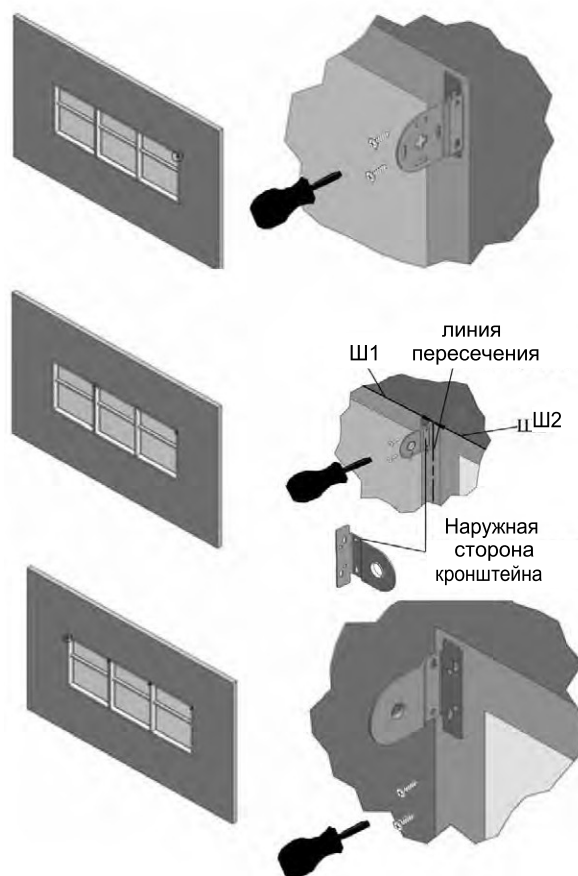

Рис. 12. Установка кронштейнов для MONO AMG
2. Разметить предполагаемые места установки кронштейнов, расстояние между которыми является шириной готового изделия. Место установки промежуточных кронштейнов размечать таким образом, чтобы их наружная сторона оказалась на линии, до которой велись измерения при замере (Рис.12). **ВНИМАНИЕ!** Установка изделия должна осуществляться по уровню горизонта. **Примечание:** Установку изделия всегда начинать со стороны управления. Для примера описана установка изделия с правым управлением.